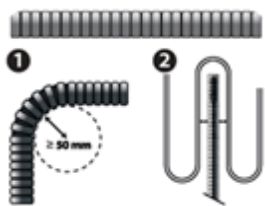

Рис. 5. Монтаж гофротрубки для датчика.
**Примечание:** Назначение трубки (гофротрубки) – обеспечить, при необходимости, быструю замену неисправного датчика на новый. Следует избегать лишних поворотов трубки. В любом случае, радиусы поворота трубки не должны быть меньше 50 мм, см. Рис. 5.